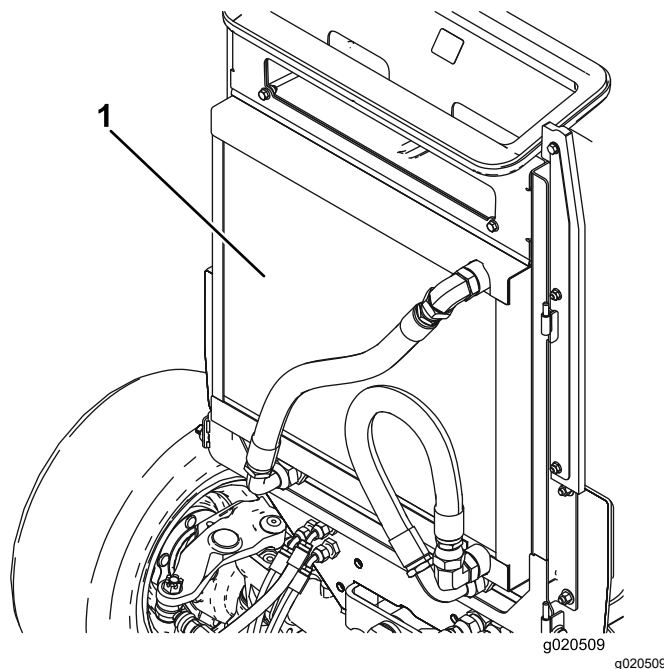

Figura 73
3. Pulite accuratamente entrambi i lati del refrigeratore dell'olio e il radiatore con aria compressa (Figura 73).